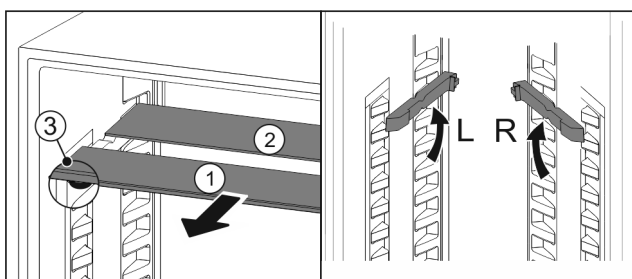

Fig. 56
- ▶ Издърпайте Fig. 56 (1) поотделно стъклените плочи напред.
- ▶ Стъклената плоча Fig. 56 (1) с декоративната лайсна е отпред.
- ▶ Ограничителите Fig. 56 (3) сочат надолу.